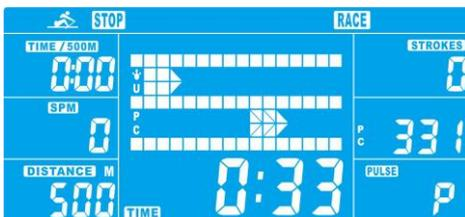

Figure12
7.3 Appuyer sur la touche START/STOP pour commencer l'entraînement. L'écran LCD affichera USER & PC workout status (statut entraînement utilisateur & ordinateur) (figure 12). Affichage